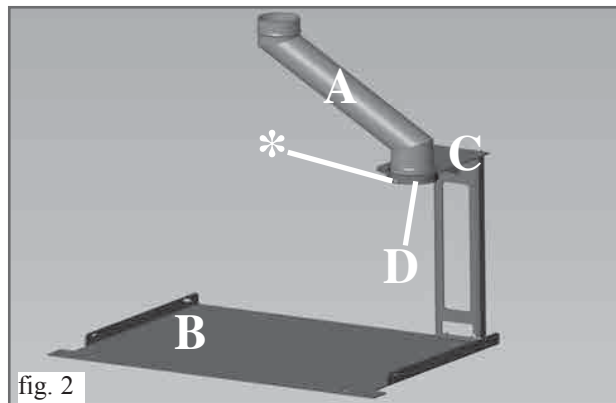

fig. 2
- Entubar el viejo tubo de humos existente con tubo de acero y aplicar en su base el trozo de canal de humo (A) para conectarse a la salida de humos del INPELLET 54 (que resultará desalineado).
- Instalar y fijar con tacos la placa de apoyo (B) en la posición definitiva donde se colocará el insertable.
- Posicionar y fijar (con los pernos suministrados) el estribo (C) de centrado del trozo de canal de humo (A).
- Calzar el trozo de canal de humo en el anillo (D) del estribo (C) apoyándolo en el tornillo (* fig 2).